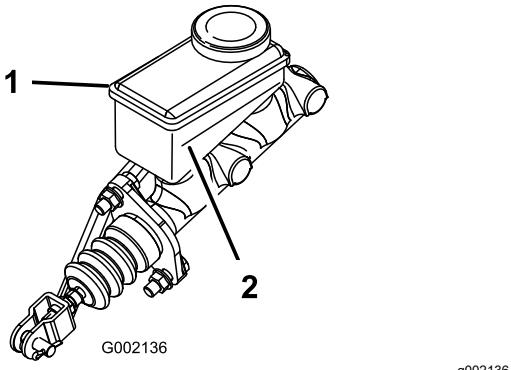

Figura 66
5. Osservate la linea del livello del fluido sul lato del serbatoio (Figura 66).
- B. Aggiungete il fluido dei freni DOT 3 al serbatoio, in modo che il livello del fluido sia superiore alla linea del minimo (Figura 66).